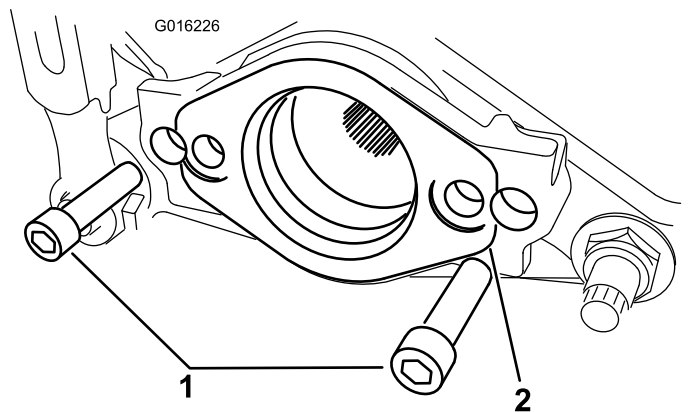

图5
- 如果要在此套件安装到 Triflex 机器上应拧下将马达支架固定到滚刀组上的 2 个螺栓。拆下马达支架 (图5)。